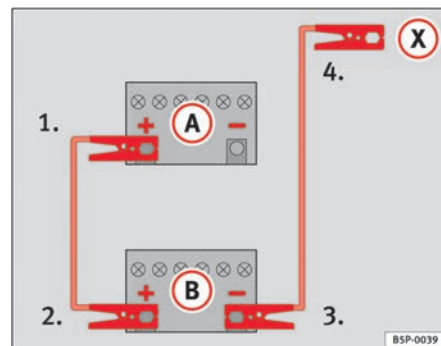

Fig. 176 Esquema de conexión de los cables de emergencia
En la ⇒ fig. 176 (A) representa a la batería sin carga y (B) a la batería con carga.
1. Emborne un extremo del cable de emergencia rojo al polo positivo ⇒ fig. 176 (+) del vehículo con la batería descargada ⇒ ⚠.
4. Emborne el otro extremo del cable negro de emergencia (X) a una pieza de metal maciza unida al bloque motor o al mismo bloque motor del vehículo con la batería descargada, lo más alejado posible de la batería ⇒ ⚠.